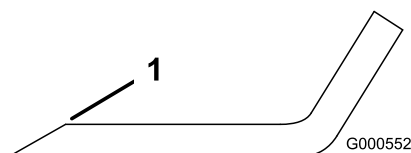
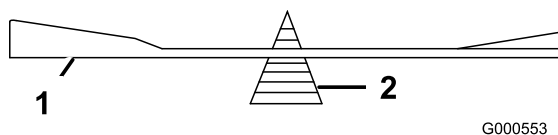

Figure 57
Figure 58
- Au moyen d'une lime, aiguisez les tranchants aux deux extrémités de la lame (Figure 57) Veillez à conserver l'angle de coupe d'origine. Limez la même quantité de métal sur chacun des deux tranchants pour ne pas déséquilibrer la lame.
- Vérifiez l'équilibre de la lame en la plaçant sur un équilibreur (Figure 58). Si la lame reste horizontale, elle est équilibrée et peut être utilisée. Si la lame est déséquilibrée, limez un peu l'extrémité de la partie relevée seulement (Figure 57). Répétez la procédure jusqu'à ce que la lame soit équilibrée.